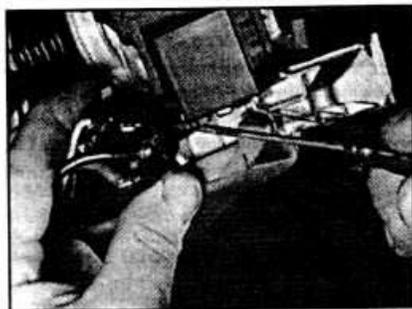

Рис. 12.5. Нажатие фиксатора замка зажигания.
- Вставьте ключ в замок зажигания и поверните его в положение "I". Нажмите фиксатор крепления замка зажигания и снимите его с рулевой колонки (см. рис. 12.5, 12.6).